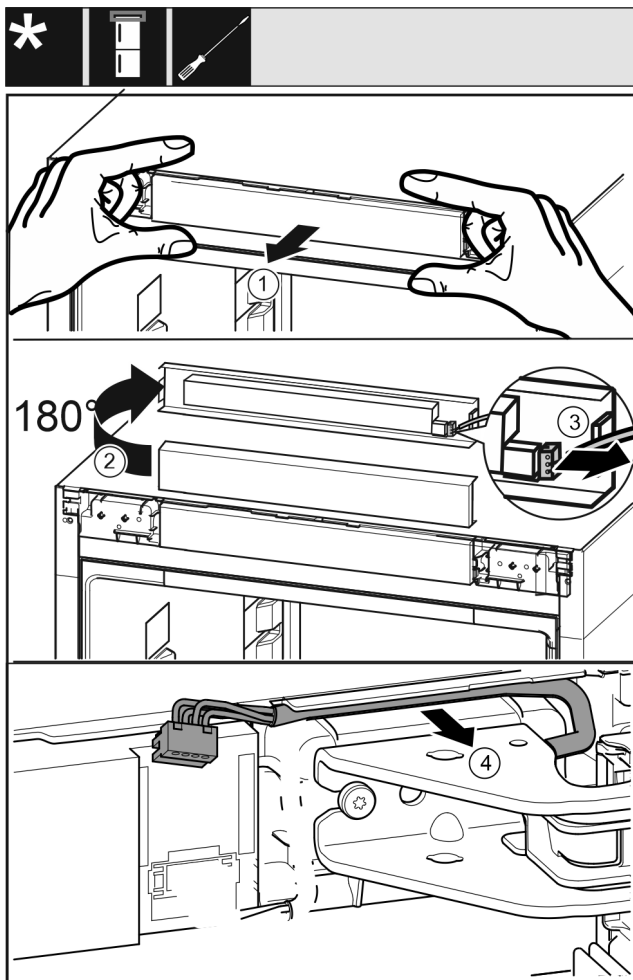

Fig. 19
- ▶ Soltar cuidadosamente hacia delante el panel de mando del aparato. Fig. 19 (1)
- ▶ Girar el panel de mando 180° hacia arriba. Fig. 19 (2)
- ▶ Presionar hacia atrás la lengüeta de retención y extraer cuidadosamente el conector. Fig. 19 (3)
- ▶ Soltar cuidadosamente el cable de la guía por encima del soporte de apoyo. Fig. 19 (4)